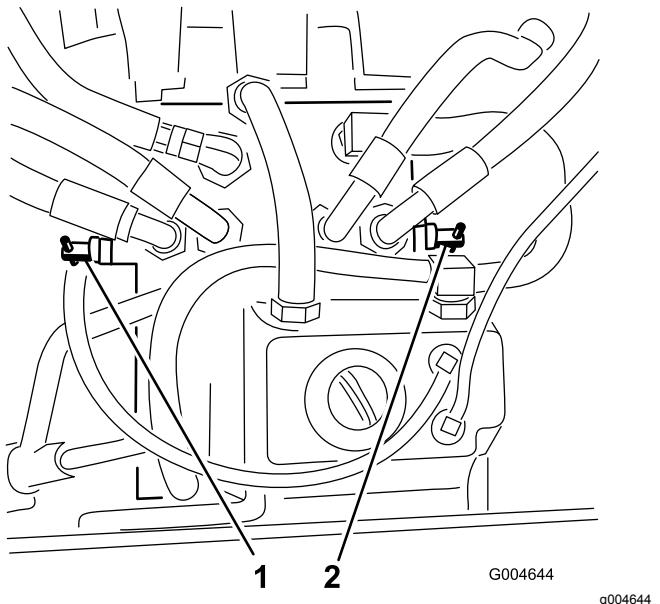

Figura 25
- Individuate le valvole di bypass (Figura 25) e ruotate ciascuna valvola in senso antiorario di 1 giro.
- Chiudete le valvole ruotando ciascuna in senso orario di 1 giro (Figura 25).